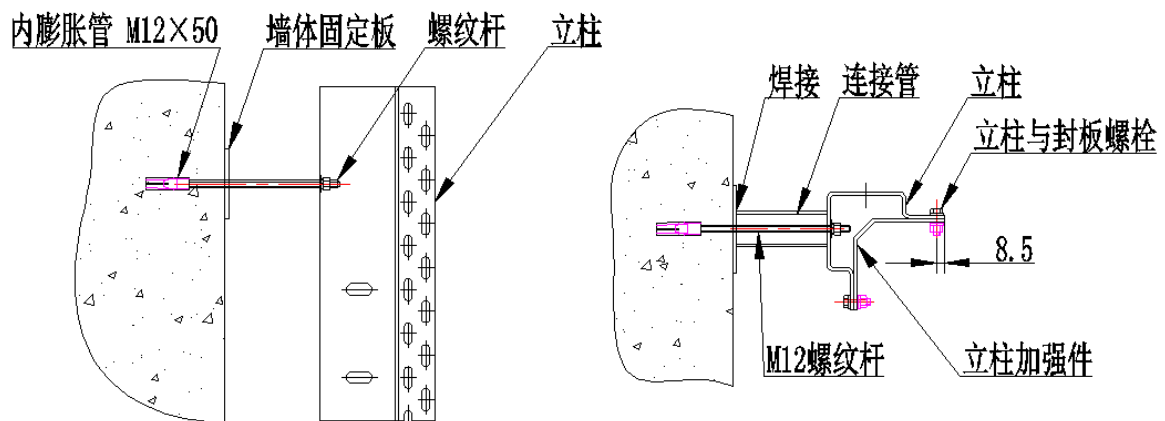

图 3-16 墙体支架安装示意图（立柱现场打孔）
3.5.1 根据现场实际情况确定墙体支架的连接位置，在相对应位置的立柱上（如能借用立柱孔，则借用）开孔 $\phi 16$ ，并在同轴位置的墙钻孔，孔深为 $100\text{mm}$ ，再把内膨胀管放进墙孔内，取用适当长度的螺纹杆把一块 $\phi 60 \times \delta 5$ 的墙体固定板和适当长度的连接管依据图 3-16 安装，最后对连接管和墙体固定板进行焊接处理。